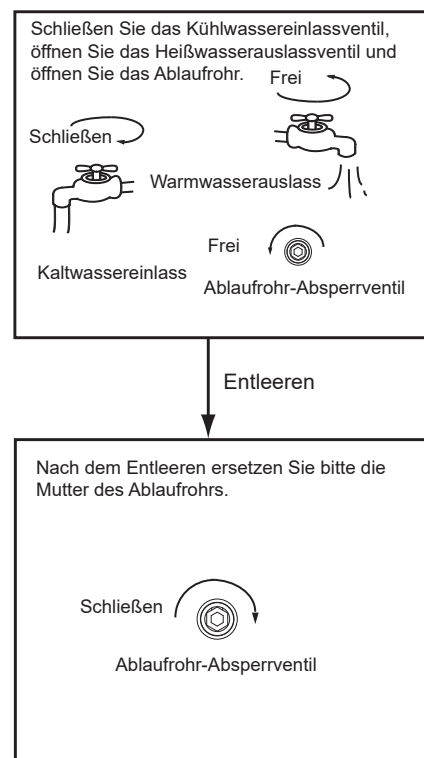

Abb. 4-2
- Entleeren: Vor Reinigungs- oder Transportarbeiten sowie ähnlichen Maßnahmen muss der Tank entleert werden. Methode: Siehe Abb. 4-2: